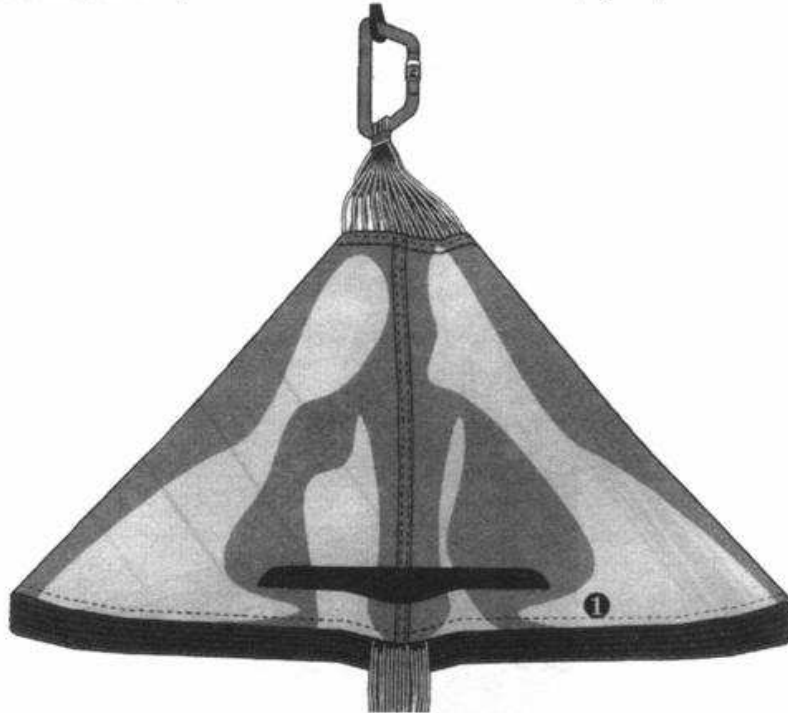

Abb. 3
3. Der Schirm wird nun auf den Boden gelegt und die Kappenbahnen aufgeteilt und übereinander ausgerichtet. Nun liegen jeweils die Hälfte der Bahnenanzahl rechts und links neben den Fangleinen. Dieser Arbeitsgang muß unter ständiger Spannung zwischen dem fixierten Scheitel und den Fangleinen durchgeführt werden, um sicherzugehen, daß die Bahnen faltenfrei aufeinander liegen (Abb.3).
The canopy is now laid on the packing surface and the panels divided, such that half are to the left of the suspension lines and half are to the right. Ensure that all the panels (in both halves) are placed neatly on top of one another. This step should be performed with constant tension applied between the fixed apex and the suspension lines, to ensure that the panels are placed above one another without creases. (Figure 3).